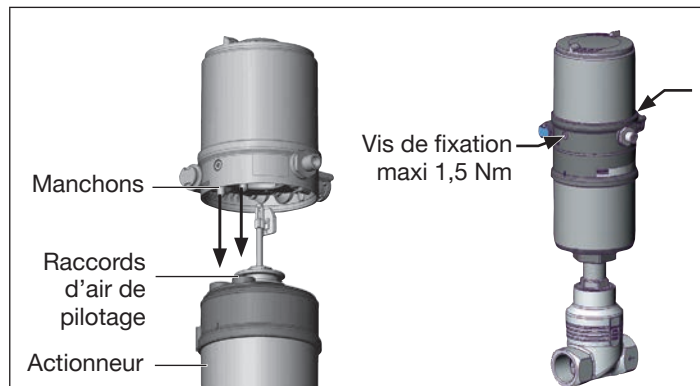

Fig. 6 : Montage du positionneur, séries 2103, 2300 et 2301
2. que les manchons du positionneur entrent dans les raccords d'air de pilotage de l'actionneur (voir également « Fig. 6 »).